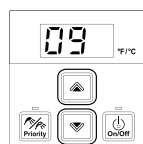

Fig. 2
4. Utilizzare il tasto ▲ e ▼ sul pannello di comando per visualizzare i parametri (Fig. 2).